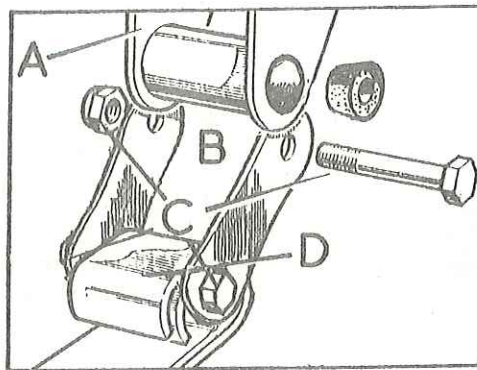
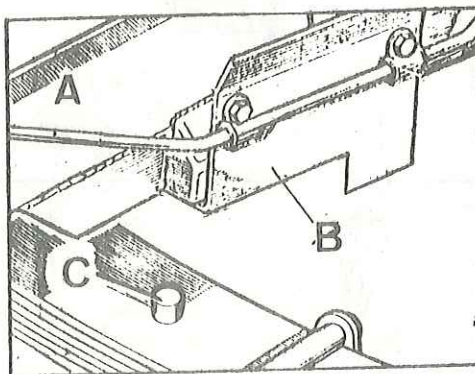

Fig. E -65 Elementos de fijación trasero para la ballesta
Fig. E -66 Posición correcta del protector de tubería
- 1.05. Aflojar los seis bulones de las ballestas traseras (Fig. E -65) y extraer los dos bulones, C, teniendo en cuenta que están roscados a las placas internas de las gemelas, B.
- 2.4. Utilizando un gato, se elevará sucesivamente cada ballesta, situando los protectores, B (Fig. E -66) de las tuberías de frenos en su posición correcta y se fijarán los extremos traseros de las ballestas al bastidor, pero no se apretarán los bulones y contratuercas en esta fase (Fig. E -65).